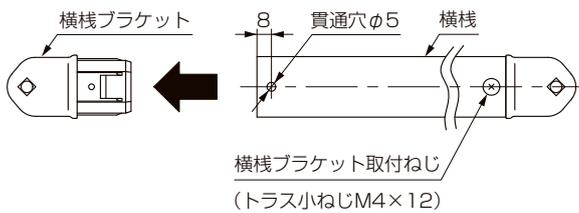

図7-11
- ①切断する側の横棧部に付いている横棧ブラケット取付ねじ2本を取外し、横棧ブラケットを取外してください。
- ②横棧を必要な長さに切断してください。
- ③図7-11のように、φ5貫通穴をあけてください。
- ④①で取外した横棧ブラケットを挿入して、横棧ブラケット取付ねじ2本で取付けてください。